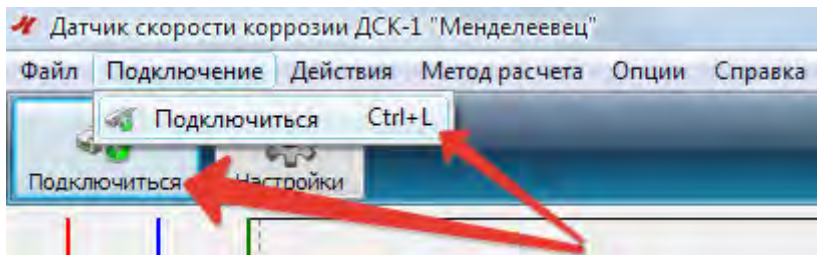

Рисунок 19 – Кнопка «Подключиться»
- 2) Нажать кнопку «Подключиться» (рисунок 19)